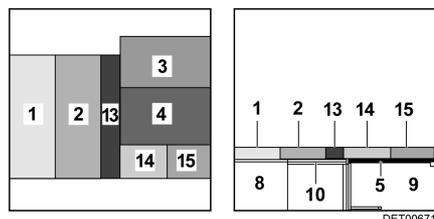

Fig. 48 Après la transformation
- Poser le coussin d'assise (Fig. 48,2) de la banquette longitudinale sur la rallonge du coffre de banquette.
- Placer le coussin de dossier (Fig. 48,1) de la banquette longitudinale entre le coussin d'assise et la paroi extérieure.
- Placer le coussin d'assise (Fig. 48,4) de la banquette avant sur le plateau de table.
- Placer le coussin de dossier (Fig. 48,3) de la banquette avant entre le coussin d'assise et le dossier.
- Placer deux petits coussins supplémentaires (Fig. 48,14 et 15) devant le coussin d'assise (Fig. 48,4).
- Placer le long coussin supplémentaire (Fig. 48,13) sur les rallonges de coffres de banquette.